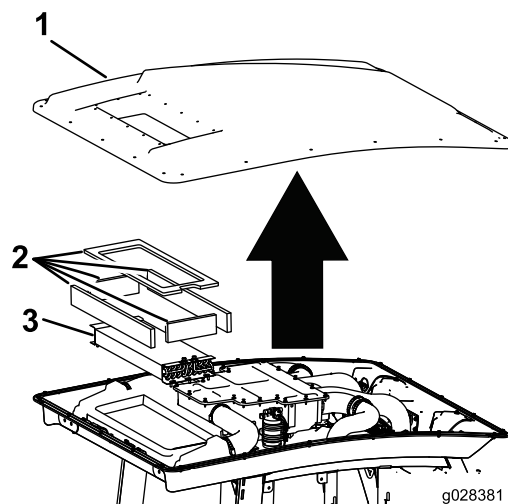

Figure 95
3. Déposez le toit de la cabine en retirant les 22 boulons de fixation du toit (Figure 95).
4. Déposez les filtres à air (Figure 95).
5. Déposez et nettoyez les serpents de climatisation (Figure 95).